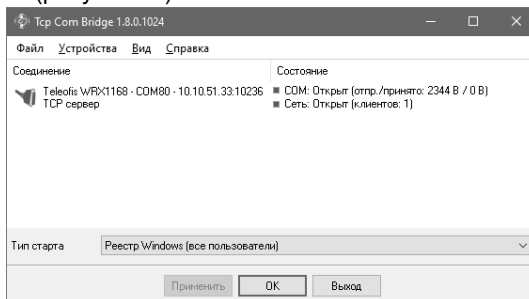

Рисунок 45 - Окно программы «TCP COM Bridge»
3.5.14.25 В случае успешного установления связи терминала с программой «TCP Com Bridge» в области «Состояние» значение отправленных и принятых пакетов будет изменяться (рисунок 45).